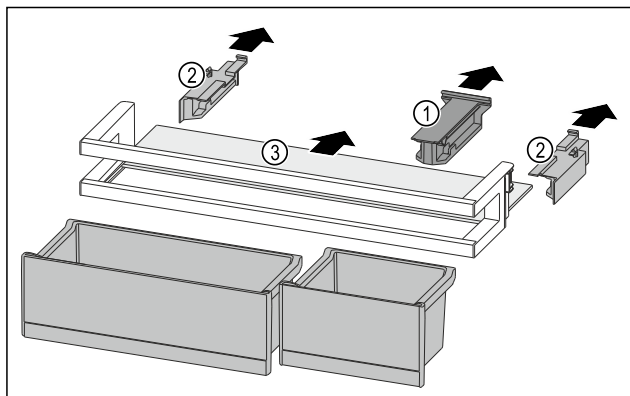

Fig. 222
- ▶ Desprindeți piesa de susținere Fig. 222 (1).
- ▶ Desprindeți piesele laterale Fig. 222 (2).
- ▶ Extrageți raftul Fig. 222 (3).